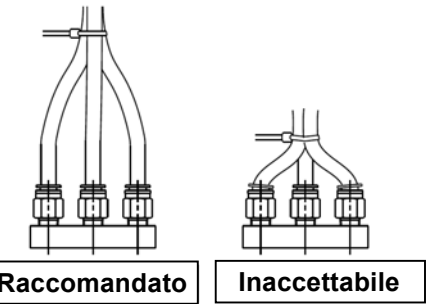

Figura 8
- Inoltre, non applicare forze esterne ai raccordi durante il fissaggio dei tubi con fascette, ecc. Vedi Figura 8.